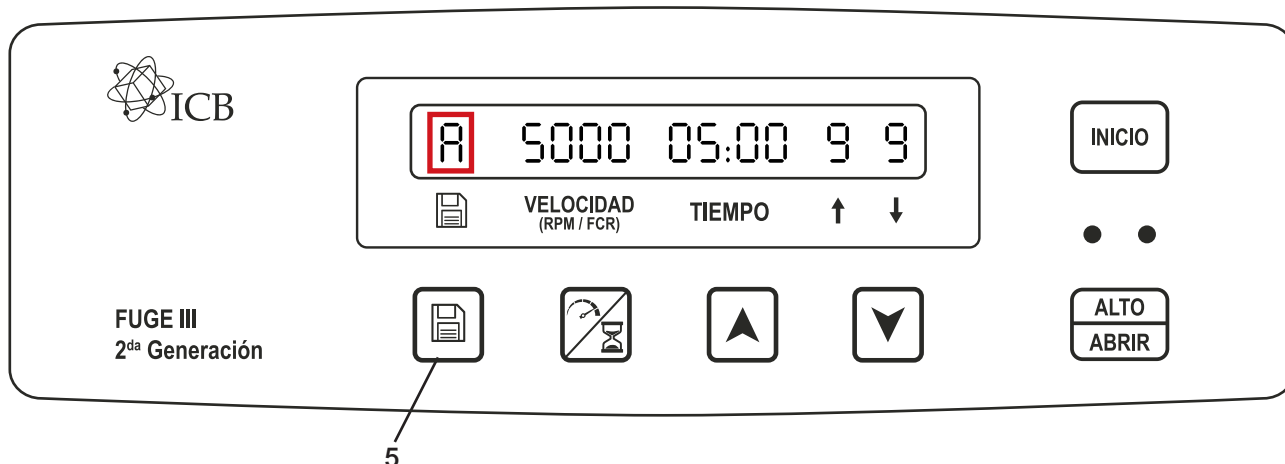

Figura 9. Indicación del botón 5 para la selección de memoria
1. Para **guardar** los valores de los parámetros de trabajo, así como se muestra en la Figura 9, presione el botón 5 para que la letra de la primera sección de la pantalla esté parpadeando.